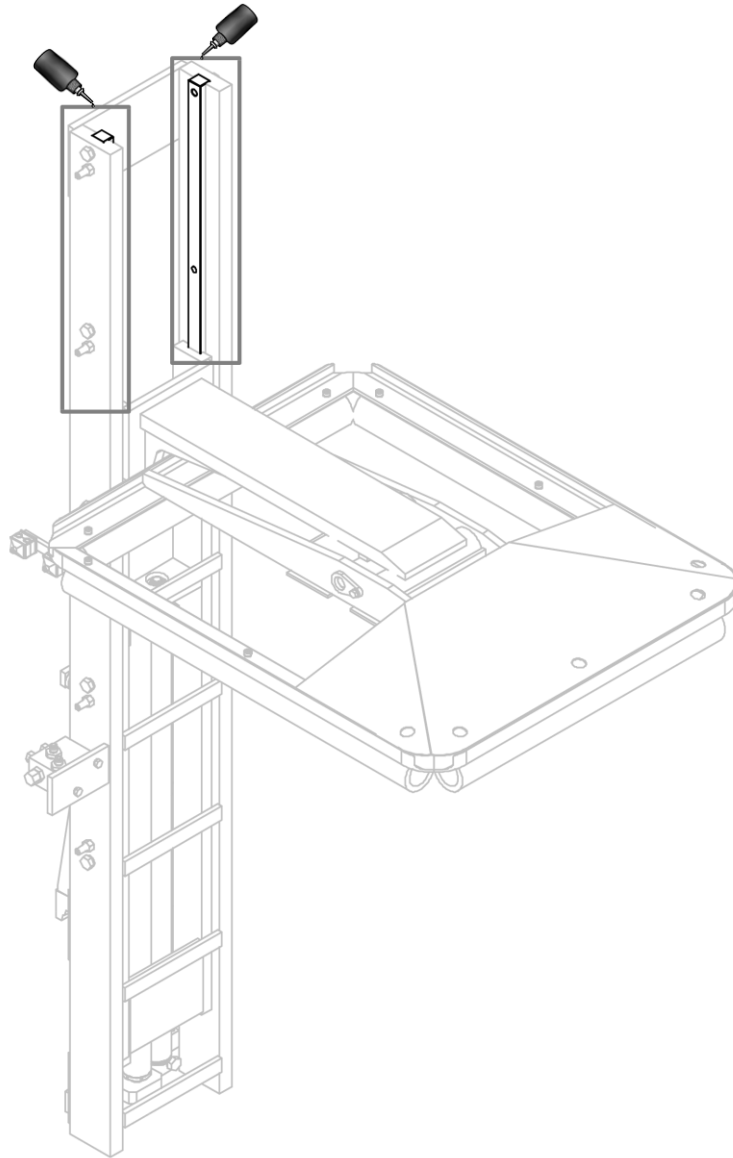

Figura 13
4. Limpiar y lubricar todas las piezas deslizantes (mira *Figura 13* a pag.24).